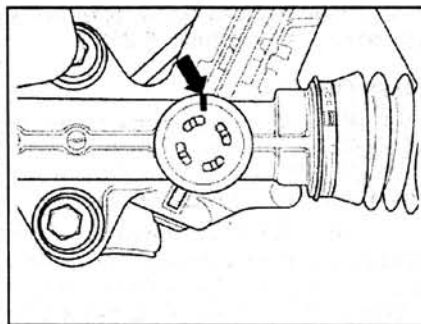

Рис. 6.20. Пометьте положение регулировочного болта (стрелка).
16. Пометьте положение регулировочного болта (стрелка) (рис. 6.20).